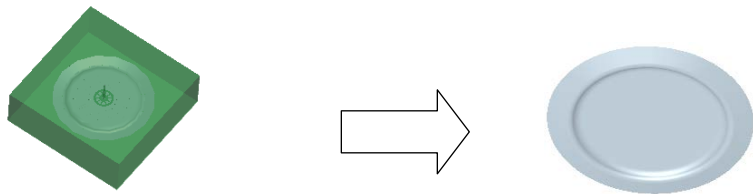

图 23.20 旋转曲面
Step3. 通过“旋转”的方法创建图 23.20 所示的曲面。
- (1) 选择命令。单击 **分型面** 功能选项卡 **形状** 区域中的  旋转按钮。
(2) 在绘图区域右击，从系统弹出的菜单中选择 **定义内部草绘...** 命令；然后选择 MOLD_FRONT 基准平面作为草绘平面，草绘平面的参考平面为 MAIN_RIGHT 基准平面，方位为 **右**，单击 **草绘** 按钮，进入截面草绘环境。